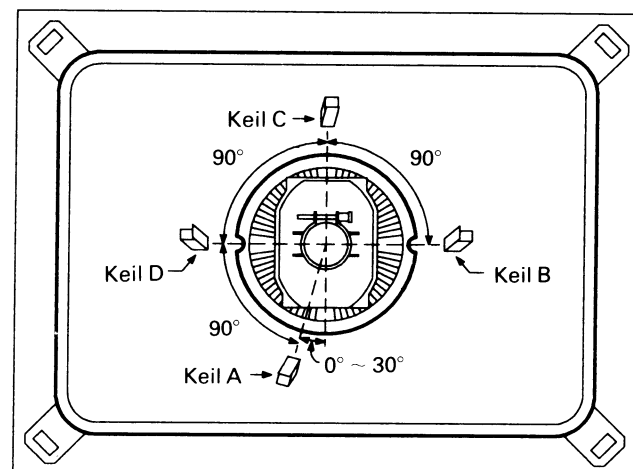

Abb. 12
1. Der Abstandskeil A ist einer Position von $0^\circ \sim 30^\circ$ zur linken der vertikal laufenden Linie zu fixieren wie es in der Abbildung 12 gezeigt ist.